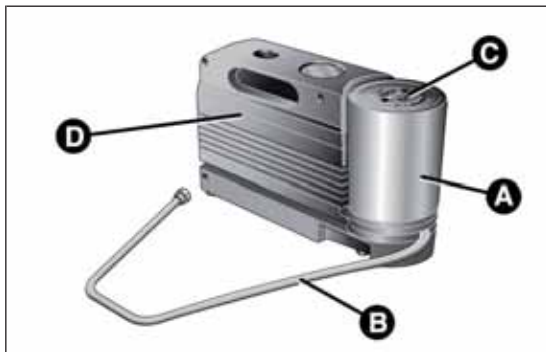

fig. 163
- ☐ una bomboletta A fig. 163 contenente il liquido sigillante, dotata di: